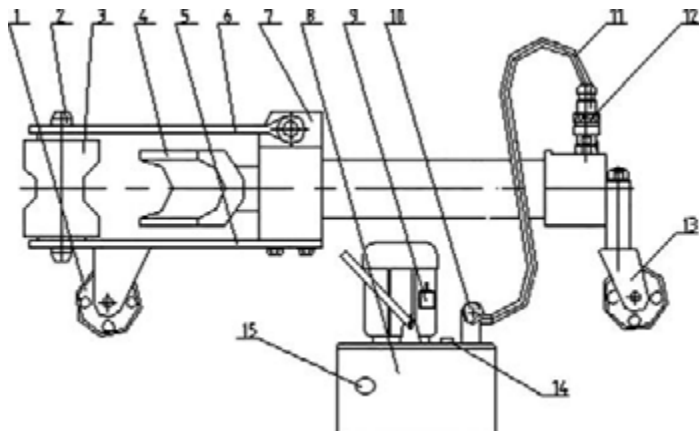

Рис.3
1) Собрать трубогиб (см. Рис.3). Для этого:
- закрепить на нижней платформе корпуса трубогиба нижнюю траверсу (5) с помощью 4-х болтов из комплекта крепежа. Затем перевернуть трубогиб и установить его на колеса на ровной площадке;
- установить и закрепить верхнюю траверсу (6) в корпусе трубогиба (7) с помощью пальца;
- проверить уровень масла через смотровое окно (15) масляного электронасоса (8) (уровень масла должен закрывать смотровое окно (15)). При необходимости долить веретенное масло индустриальной марки И-20А или И-30А ГОСТ 20799-88 до требуемого уровня. Завернуть пробку (14) на место: для транспортировки пробку следует завернуть до упора, а для продолжения работы трубогиба пробка должна быть приоткрыта на один оборот;
- присоединить соединительный шланг (11) одним концом к масляному электронасосу (8) с помощью резьбового соединения, а другой конец шланга присоединить к трубогибу с помощью штуцера быстросъемного разъема (12);
- установить на шток трубогиба шаблон (4) необходимого размера, соответствующего диаметру сгибаемой трубы;
- установить в нижнюю траверсу (5) два упора (3) в симметричные отверстия, соответствующие требуемому диаметру сгибаемой трубы. Повернуть упоры (3) к шаблону (4) выемками;
- опустить верхнюю (6) траверсу на 2 оси (2) 2-х упоров (3).
2) Убедиться, что выпускной клапан электронасоса (10) закрыт, т.к. поступательный ход штока возможен только при закрытом выпускном клапане (10).
3) Поместить соответствующую трубу между упорами (3) и шаблоном (4) и включить электронасос выключателем (9) и произвести сгибание трубы.
4) По окончании операции плавно открыть выпускной клапан (10) не более, чем на один оборот, тем самым освобождая трубу и возвращая шток в исходное положение. Поднять верхнюю траверсу (6), достать трубу с шаблоном (4) и освободить шаблон от трубы. Трубогиб вновь готов к работе. При завершении работ по изгибу труб необходимо пробку на горловине (14) завернуть до упора (во избежание разлива масла).